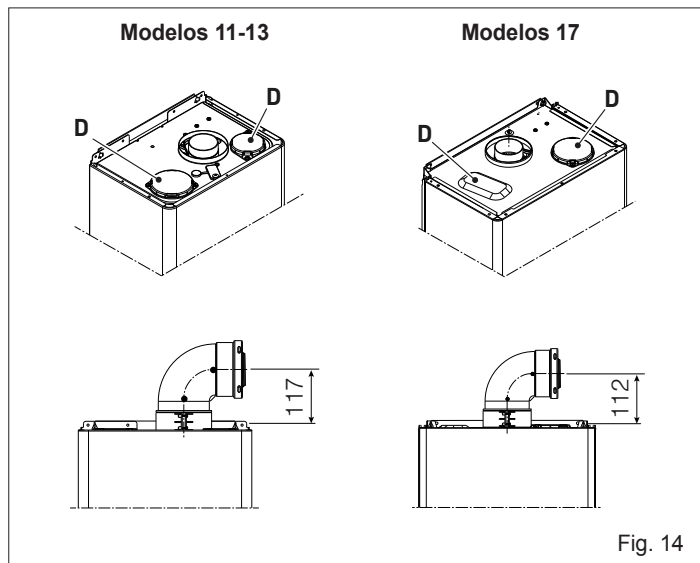

Fig. 14
O esquentador é fornecido preparado para ser ligado a condutas de evacuação/aspiração coaxiais e com a abertura para a aspiração de ar (D) fechada (Fig. 14).